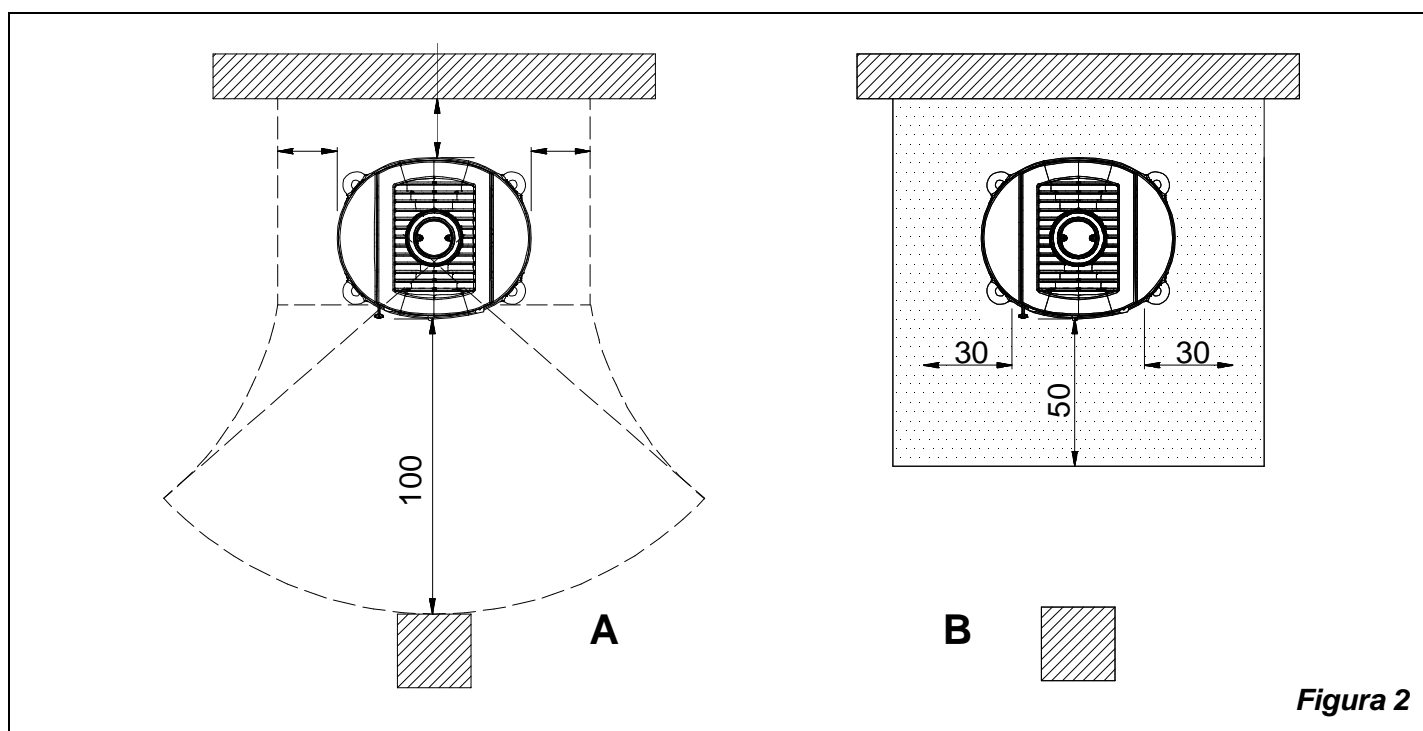

Figura 2
- la distanza minima dal retro e da entrambi i lati da elementi costruttivi ed oggetti infiammabili e sensibili al calore (mobili, rivestimenti di legno, stoffe ecc.), al fine di assicurare un sufficiente isolamento termico, deve essere quella indicata nella targhetta dati tecnici affissa sul prodotto; (vedi Figura 2 **A**). **Tutte le distanze minime di sicurezza sono indicate sulla targhetta del prodotto e NON si deve scendere al di sotto dei valori indicati.**
- qualora la stufa venga installata su un pavimento di materiale infiammabile, bisogna prevedere un sottofondo ignifugo. **I pavimenti in materiale infiammabile**, come moquette, parquet o sughero etc., **devono essere sostituiti** da uno strato di materiale non infiammabile, ad esempio ceramica, pietra, vetro o acciaio etc. (dimensioni secondo l'ordinamento regionale). Il sottofondo deve sporgere frontalmente di almeno **50cm** e lateralmente di almeno **30cm** oltre all'apertura della porta di carico. (vedi Figura 2 **B**).
- qualora la stufa venga installata su una parete di materiale **infiammabile**, **bisogna sostituire** la parte di parete interessata dalla stufa, con uno strato di materiale non infiammabile, ad esempio ceramica, pietra, vetro o acciaio etc. La parte di parete sostituita deve essere della stessa larghezza della stufa e, partendo dal pavimento, deve sporgere dalla parte superiore della stufa di almeno **100 cm** (Figura 2 **C**).